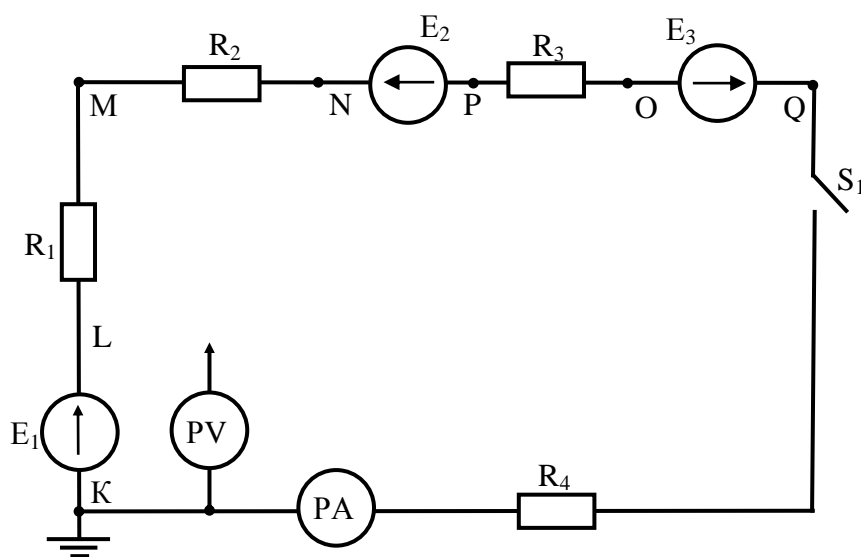

Рисунок 3.1 – Неразветвленная линейная электрическая цепь с несколькими источниками энергии
3. Рисунок 3.1 – Схема электрическая.